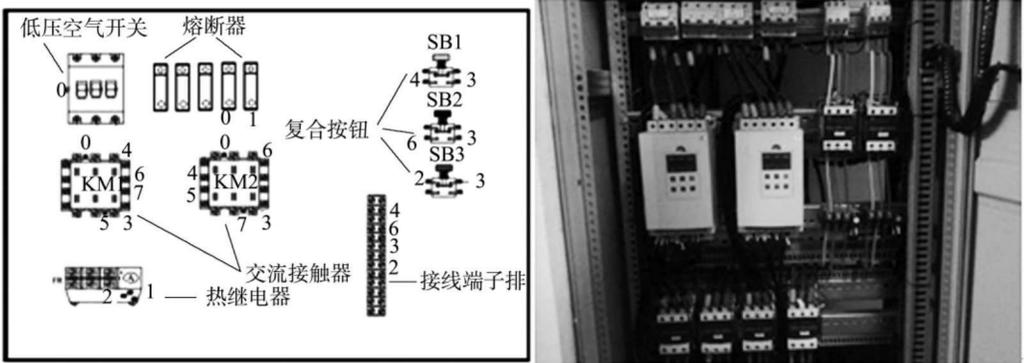
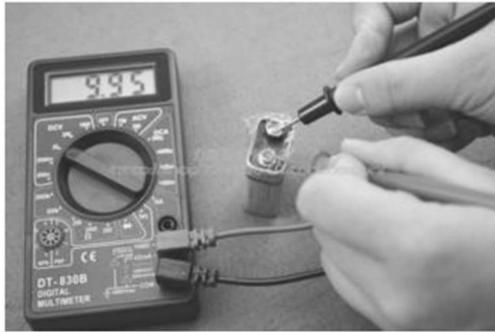

图 0-4 控制板(箱)中元件布置及接线举例
图 0-5 电路检测举例
3. 能在控制板(箱)中,合理布置各元件,独立完成接线(图 0-4),学会检测电路、分析故障、检修故障(图 0-5)。